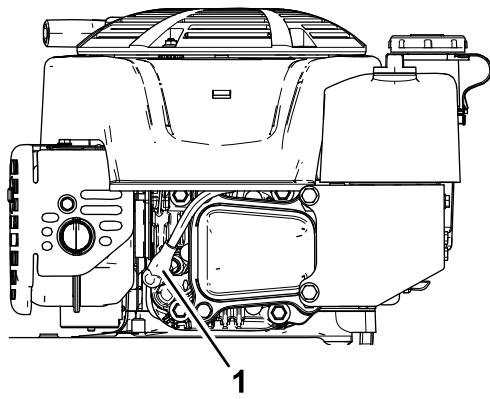

Figura 27
- Desligue o fio da vela da ignição da vela da ignição (Figura 27).